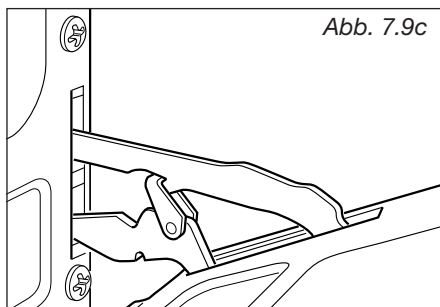

Abb. 7.9c
3. Ofentür anheben. Die Kerbe des unteren Scharnierteils löst sich aus der Raste (abb. 7.9c).